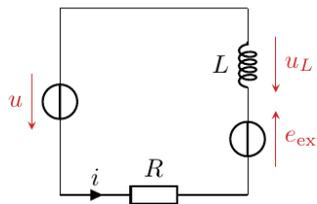

Figure 3 – Schéma électrique équivalent du haut-parleur.
- 4 Le schéma électrique équivalent est représenté figure 3. D'après la loi des mailles,